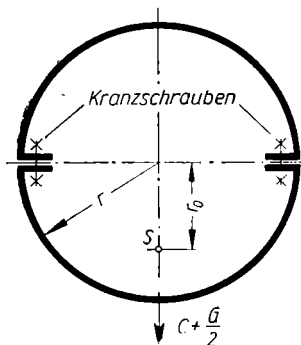

Bild 63
88. Der Kranz einer zweiteiligen **Riemenscheibe** (Bild 63) hat 1600 mm Durchmesser und wiegt 190 kp. a) Wie groß ist die Fliehkraft einer Kranzhälfte bei 250 U/min unter der Annahme, daß sich die Masse des Kranzes gleichmäßig über den äußeren Umfang verteilt? b) Welche Zugspannung wird in den $2 \cdot 2 = 4$ einzölligen Verbindungsschrauben des Kranzes durch die Fliehkräfte und das Scheibengewicht erzeugt?
e) $P_z + \frac{G}{2} = 39330 \text{ kp (Bild 63)} = 2 F \sigma_2; \quad \sigma_2 = 61,5 \text{ kp/cm}^2.$